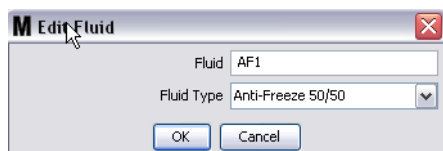

FIG. 70
7. Cliquez sur le bouton "Modify" (Modifier) pour afficher l'écran de modification des fluides illustré dans la FIG. 70. Lorsque vous aurez terminé avec vos modifications, cliquez sur "OK" pour fermer la fenêtre et enregistrer les modifications.